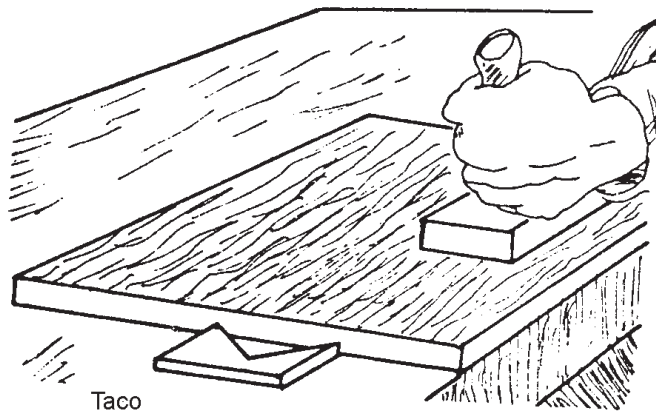

Figura 3
- **Taco.** Es un pedazo de madera clavado en un extremo de la superficie de trabajo y sirve como punto de apoyo para detener y no permitir que se mueva la madera que se va a cepillar (figura 3).